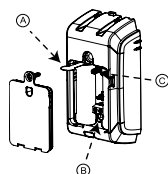

Figura 1: Opciones de registro
3. Para comenzar el proceso de registro automático, quitar la lengüeta. Ver A en la figura 1.
**Nota:** Si el dispositivo no se registra automáticamente, pulsar el botón de registro, presionar el restablecimiento de manipulación o introducir en el panel el número de identificación del dispositivo. Para información sobre el botón de registro, ver B en la figura 1, o C en la figura 1 para restablecer la manipulación.